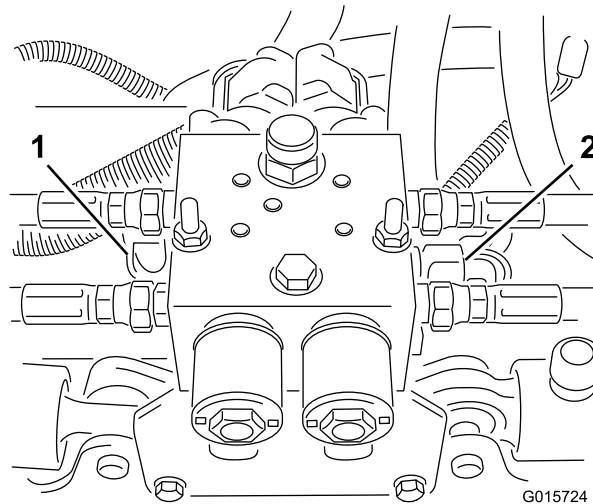

Figura 6
Nota: Afloje los 2 conectores hidráulicos del lado derecho y el orificio del sensor (Figura 6).
13. Retire el bloque hidráulico del soporte de montaje retirando los 2 pernos y las 2 contratuercas (Figura 6).